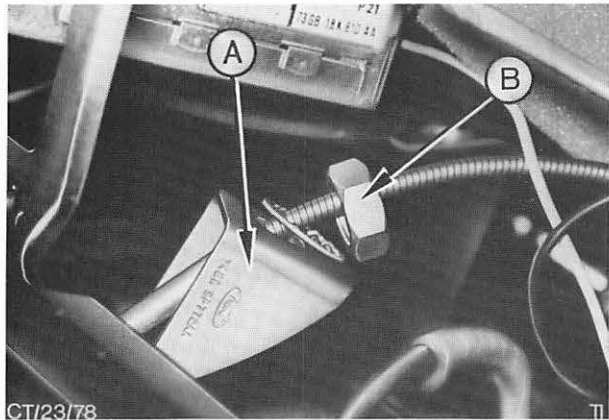

Abb. 21 Befestigungsteile Betätigungs zug – Startvergaser (Ansicht durch Öffnung – Kombi-Instrument)
7. Durch Öffnung Kombi-Instrument Haltemutter des Betätigungs zugs abschrauben. Abb. 21.